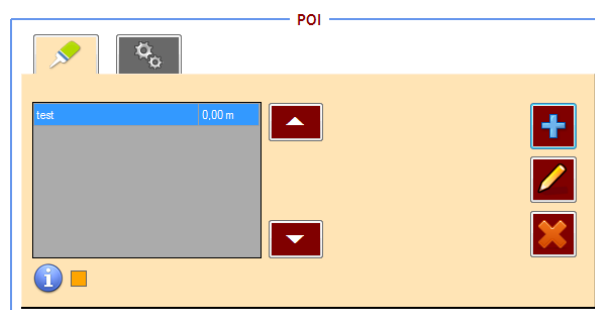
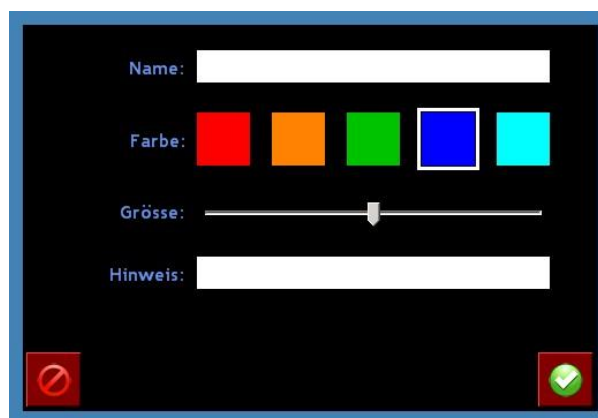

Abbildung 108 POI-Menü
Abbildung 109 POI hinzufügen
2. Tippen Sie in der Anzeige **POI** (Abbildung 108) auf die Taste , um einen Point of Interest hinzuzufügen. Eine neue Anzeige erscheint (Abbildung 109).
Die markierte Position wird unter dem aktuell geladenen Feld gespeichert. Nach dem Nachladen des Felds werden die hinzugefügten Points of Interest automatisch geladen und visualisiert. In der Tabellenansicht des POI-Menüs werden die Points of Interest nach Abstand sortiert. Daher wird der am nächsten liegende Point of Interest in der ersten Zeile der Tabelle angezeigt (Abbildung 108).